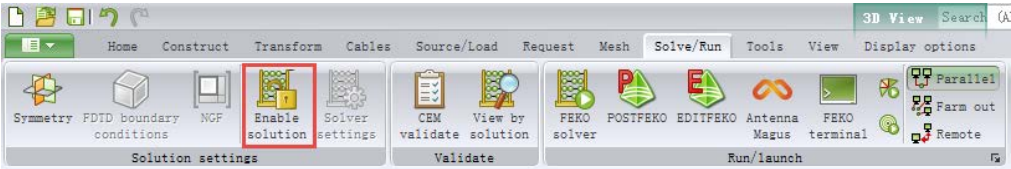

图 3-8 如何激活 CADFEKO 中的设置
- CADFEKO 中，在菜单栏中单击 “Solve/Run” → “Enable Solutions”，如图 3-8 所示，重新激活求解设置，但更新过的.pre 文件会被另存为\*\_orig\_1.pre, .pre 文件恢复为更新前的状态。